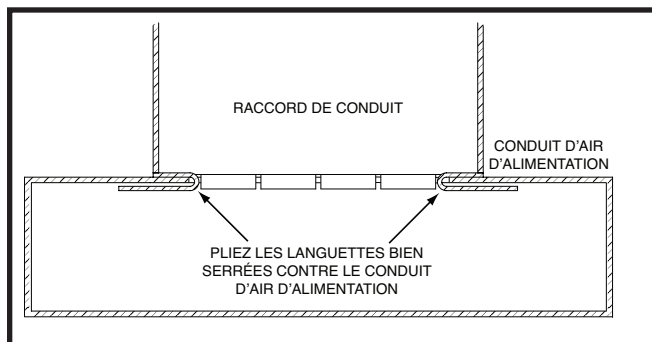

Figure 11. Languettes du raccord de conduit
8. Pliez les deux languettes vers le haut de 90° sur la plaque de montage. Consultez la Figure 11 \(page 8\).